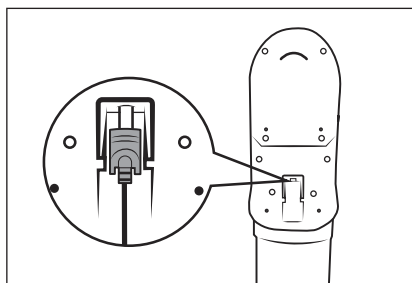

Fig. 8
- La aspiradora también puede cargarse directamente a través del adaptador de red **10**. Para ello, extraiga el conector coaxial **11** del soporte mural **18** con un leve giro e insértelo en la conexión de carga **3** del aparato (consulte la fig. 8).